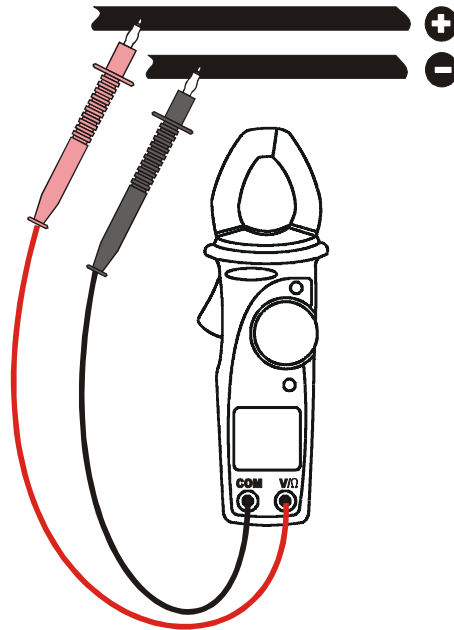

Abb. 5: Die Anwendung der Zange für DC Spannungsmessung
2. Verbinden Sie die Meßleitungen mit den Eingangsbuchsen, der rote Stecker mit der V /Ω Buchse, und den schwarzen Stecker mit der COM Buchse. (s. Abb. 5).